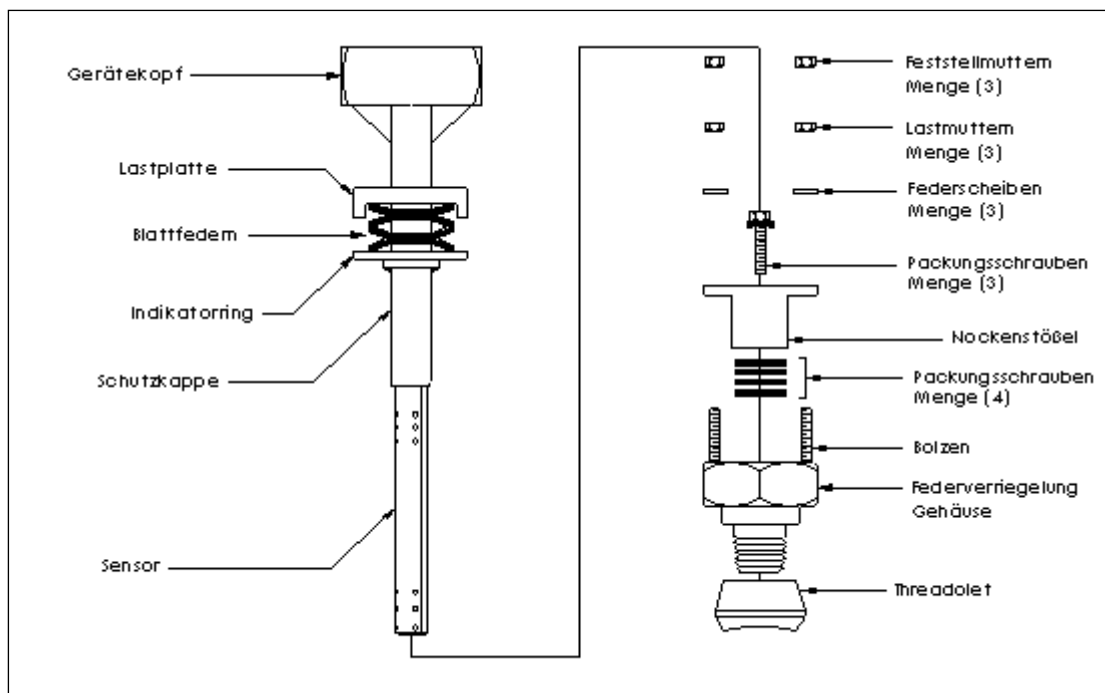

Abbildung 2. Montage des Modells Verabar® V150
- Fixierelement und Packungsringe sind bereits werkseitig montiert. Setzen Sie den Sensor locker in das Gehäuse der Federverriegelung ein (Abbildung 2). Schrauben Sie das Gehäuse der Federverriegelung auf den Threadolet (handfest), und setzen Sie anschließend die gesamte Baugruppe in das Rohr. Dadurch wird die richtige Ausrichtung des Threadolets in der bereits im Rohr angebrachten Bohrung sichergestellt.